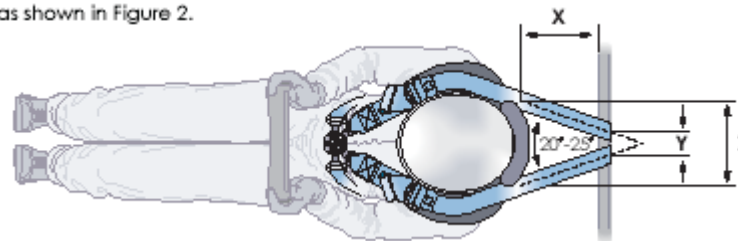

Рис.2 Положение точек крепления ремня для достижения нужного угла между ляжками (при виде сверху).
2.3. Точки крепления плечевых лямок на автомобиле должны быть симметричны относительно вертикальной плоскости, проходящей через центральную линию сиденья водителя. При виде сверху угол между ремнями должен составлять приблизительно 20-25 градусов как показано на рис. 2
as shown in Figure 2.
- размер Z (мм) = ширина "воротника" HANS® как показано на Рис. 2 и 3
- размер X(мм) = расстояние от заднего края поверхности HANS® несущей нагрузки ремня до точки крепления ремня на автомобиле (мм) как показано на рис.2
- размер Y(мм) = "Разнос" по центрам двух плечевых лямок на точках крепления на автомобиле (мм) как показано на рис.2